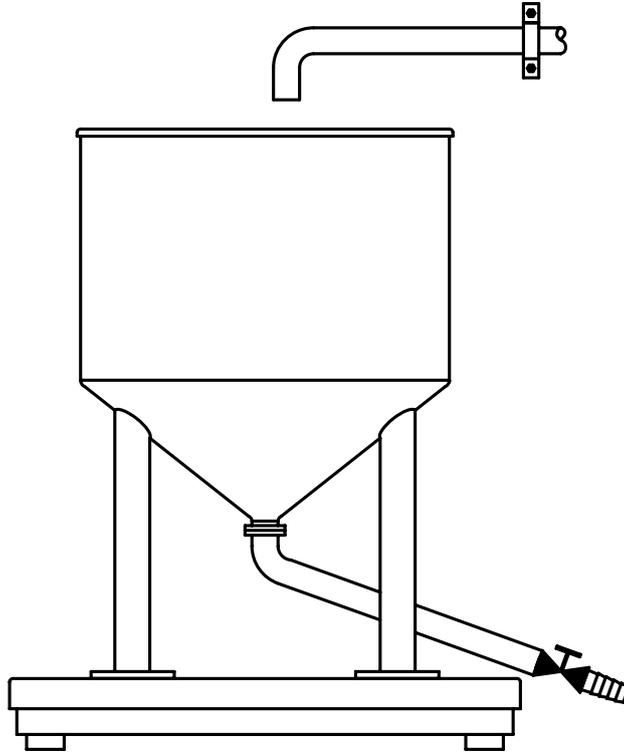

图 23：基准罐秤
3. **物料转移。**使用此方法时，在单独的基准秤上称量物料（例如水），然后转移到存在问题的料罐/容器中进行校准。此方法取决于基准秤的精确度，注意转移过程避免损耗物料。如果基准秤为基于 MFR 技术的梅特勒-托利多精密秤，且已最大限度降低管路影响，则此方法的精度非常高，如图 23 所示。